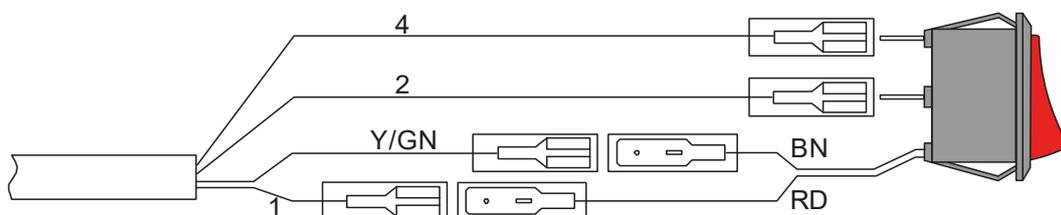

Рисунок 25: Подключение контрольного прибора
- ▶ Выполните электрическое подключение согласно электрической схеме **PALFINGER Tail Lifts** (см. также Рисунок 25).